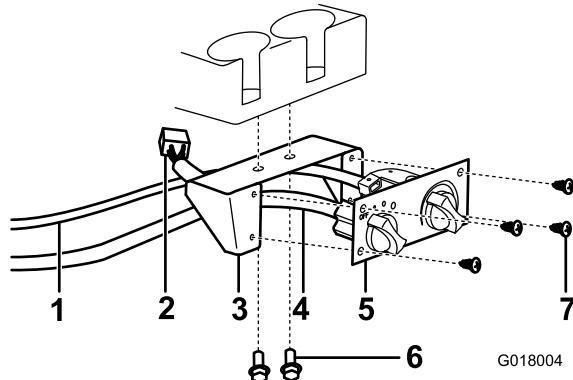

Figure 29
6. Fixez le support de commande de chauffage à la planche de bord sous les porte-gobelets à l'aide de 2 boulons à embase et écrous (Figure 29).
7. Reliez le câble de la commande de chauffage et le connecteur du faisceau noir à la commande de chauffage, et le connecteur de faisceau blanc au chauffage (Figure 29).
8. Fixez la commande de chauffage à son support avec 4 vis à tôle (Figure 29).